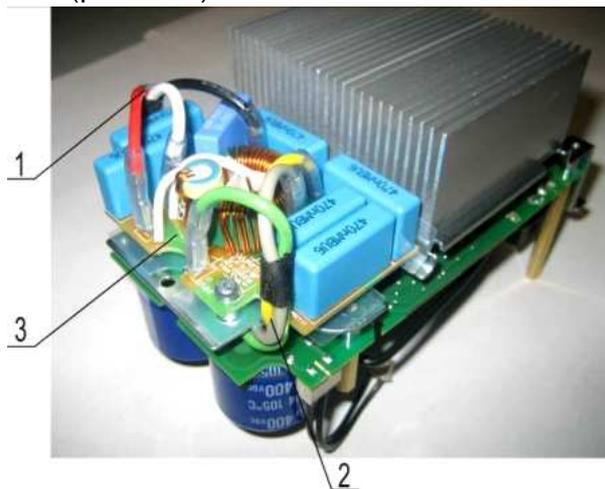

Рис. 6.11
6.7.4. Перевернуть модуль ПЧ. Отсоединить три конца жгута 1 и три конца жгута 2 от контактов платы 3 (рис. 6.11).